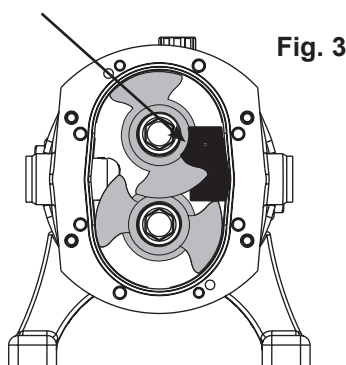

Fig. 3
1. Ta bort frontluckan (1) enligt beskrivning i avsnitt 4.1.
2. Sätt rotorerna (35) i läge och för in monteringsverktyget enligt fig. 3.
3. Lossa och ta bort den övre eller högra rotorskruven (32).
4. Ta bort rotorns låsbit och dra rotorn (35) av axeln (38). Se till att den andra rotorns vingar inte är ivägen för navet på den rotor som dras ut.